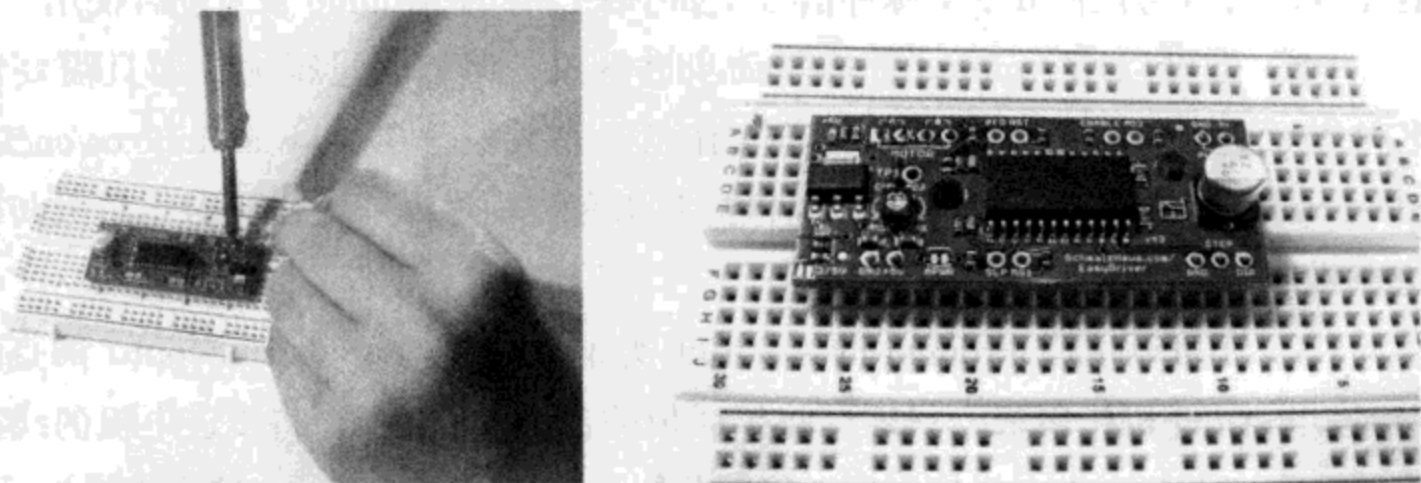

图6.36 将排针焊在EasyDriver上
- (1) 取 2 组 4 pin、一组 3 pin、一组 2 pin 的插针。
- (2) 将插针焊在 EasyDriver 上, 如图 6.36 所示。4 pin 插针焊在 4 个电机孔上, 3 pin 插针分别焊在 GND、STEP、DIR 这 3 个孔上, 2 pin 插针分别焊在